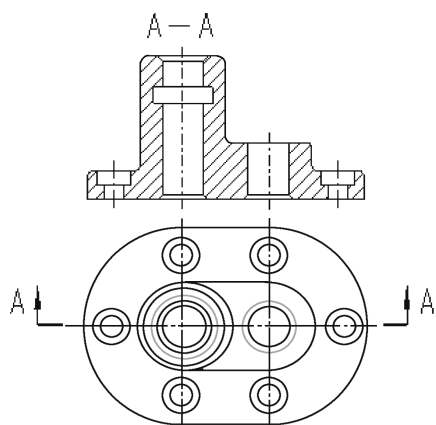

图 10-136 调整中心线长度
(23) 选中各中心线，拖动鼠标左键修改其长度，结果如图 10-136 所示。